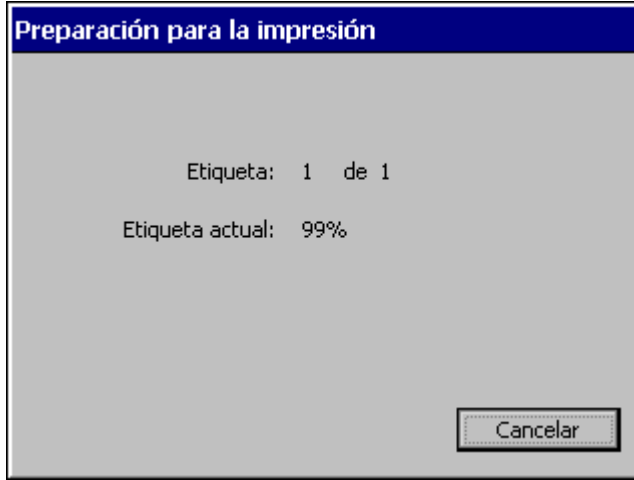

Figura 11-4. Pantalla Preparación para la impresión
3. Seleccione **Aceptar**. Aparecerá la pantalla **Preparación para la impresión** (Figura 11-4), que sigue el curso del proceso de cada copia en el sistema.
2. Seleccione **Aceptar** en la pantalla **Imprimir** para iniciar el trabajo de impresión. Aparecerá la pantalla **Preparación para la impresión** (Figura 11-4), que realiza el seguimiento del curso del sistema a medida que procesa cada etiqueta del juego.
5. Seleccione **Aceptar** en la pantalla **Imprimir** para iniciar el trabajo de impresión. Aparecerá la pantalla **Preparación para la impresión** (Figura 11-4), que realiza el seguimiento del curso del sistema a medida que procesa las etiquetas elegidas para la impresión.
6. Seleccione **Aceptar** en la pantalla **Imprimir**. Aparecerá la pantalla **Preparación para la impresión**, Figura 11-4), que realiza el seguimiento del curso de la impresora mientras procesa las etiquetas y las páginas del grupo de archivos.
5. Seleccione **Aceptar** en la pantalla **Imprimir** para iniciar el trabajo de impresión. Aparecerá la pantalla **Preparación para la impresión** (Figura 11-4), que realiza el seguimiento del curso del sistema a medida que procesa e imprime cada archivo del grupo de archivos.